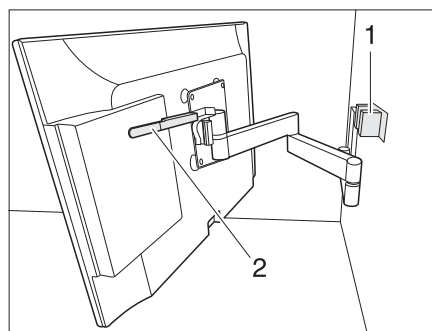

Bild 105 Halterung mit Gelenkarm
- Hebel (Bild 105,2) nach unten drücken um Flachbildschirm aus Arretierung (Bild 105,1) zu lösen. Hebel loslassen.